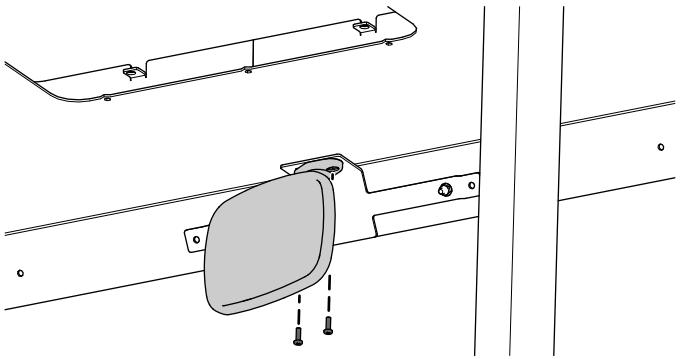

Figure 6
3. Fixez le rétroviseur sur son support à l'aide de 2 vis cruciformes (n° 10 x $\frac{5}{8}$ "), comme montré à la Figure 6.